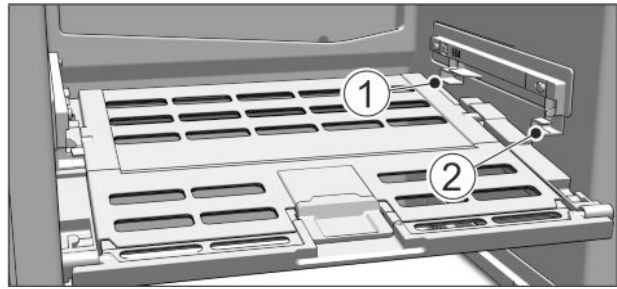

Fig. 43
▶ Вставляння кришки відділення Fruit & Vegetable-Safe: вставити поперечні ребра кришки знизу у задній тримач Fig. 43 (1) і зафіксувати спереду у тримачі Fig. 43 (2).